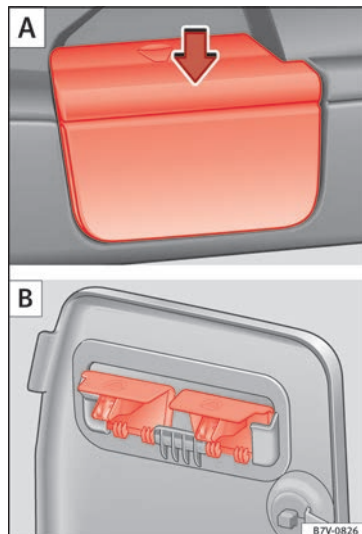

Fig. 90 Retire los soportes de la bandeja A y guárdela de forma segura B.
- Retire la bandeja del soporte de los revestimientos laterales » » » fig. 90 A. Para ello, presione la bandeja hacia arriba (flecha) y extráigala.
- Abra el compartimento en el revestimiento lateral izquierdo posterior del maletero » » » pág. 119 y enganche la bandeja en la parte trasera de la tapa del compartimento » » » fig. 90 B.